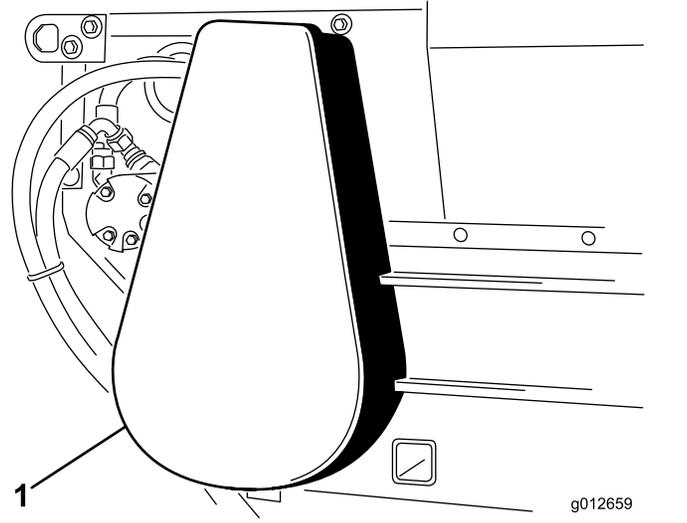

图 23
2. 卸下链条护罩 图 23。
6. 安装链条护罩 图 23。